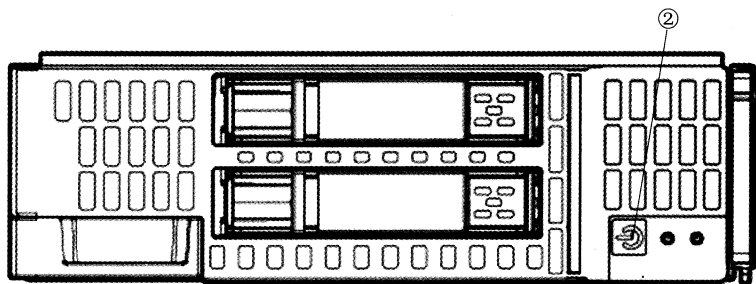

图 9-82 检查电源指示灯
(1) 刀片电源指示灯是否点亮
查看服务器电源指示灯,如图 9-82 编号②所示。如果电源指示灯亮,则继续判断指示灯颜色;若电源指示灯仍不亮,则开始排查刀片无法供电原因。